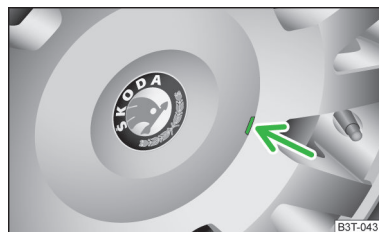

Fig. 165
- Procedendo con prudenza smontare le coppe della ruota utilizzando la staffa in metallo dell'attrezzatura di bordo » fig. 165.